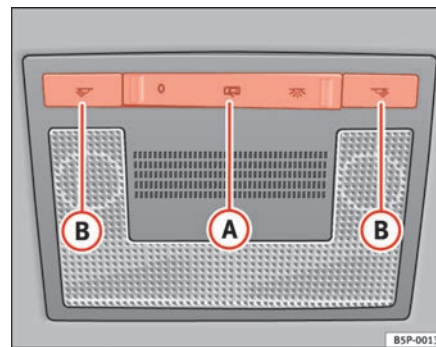

Fig. 80 Rivestimento interno del tetto: luci interne anteriori
Con l'interruttore (A) ⇒ fig. 80 si possono selezionare tre diverse modalità:
Premere il pulsante fino alla posizione O $\Rightarrow$ pag. 122, fig. 80.